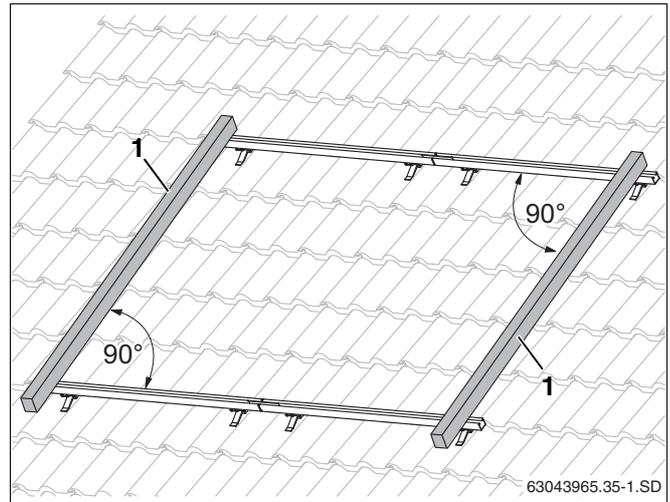

Рис. 33 Выравнивание профильных реек
- ▶ Выровняйте верхние и нижние профильные рейки относительно друг друга по краям в горизонтальной плоскости (рис. 33, используйте уровень).
Измерьте диагонали или положите планку (рис. 33, **поз. 1**) на концы профильных реек. Угол между планкой и профильной рейкой должен составлять  $90^\circ$ . Выровняйте профильные рейки в продольных отверстиях.